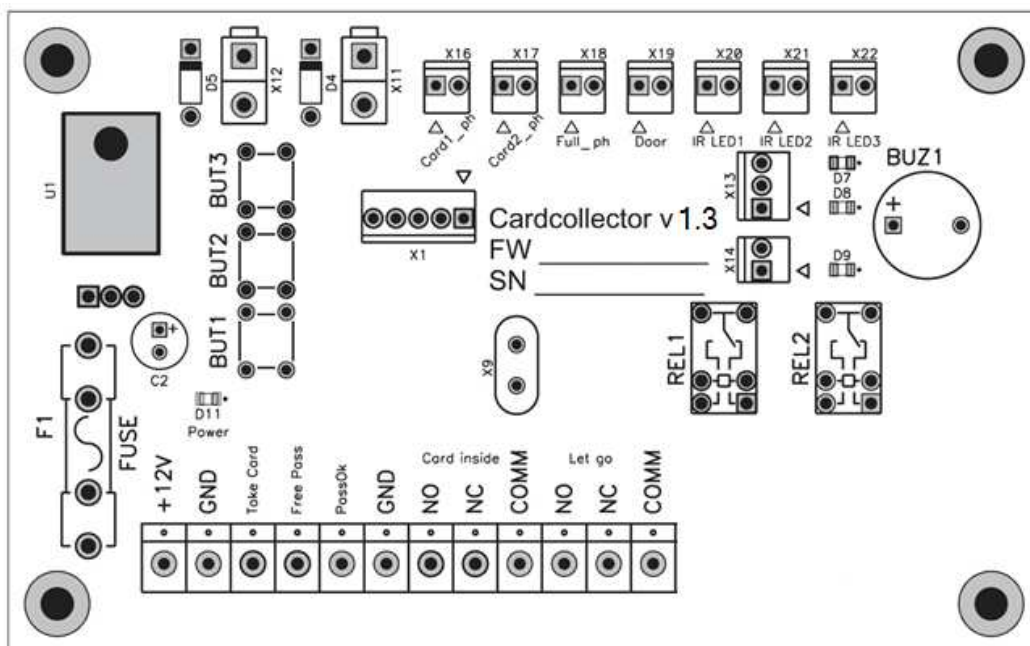

Рис. 7. Внешний вид платы картоприемника
- нажмите и удерживайте кнопку BUT1 на плате картоприемника (рис. 7). При нажатой кнопке шторка картоприемника принудительно открывается и звучит непрерывный звуковой сигнал;